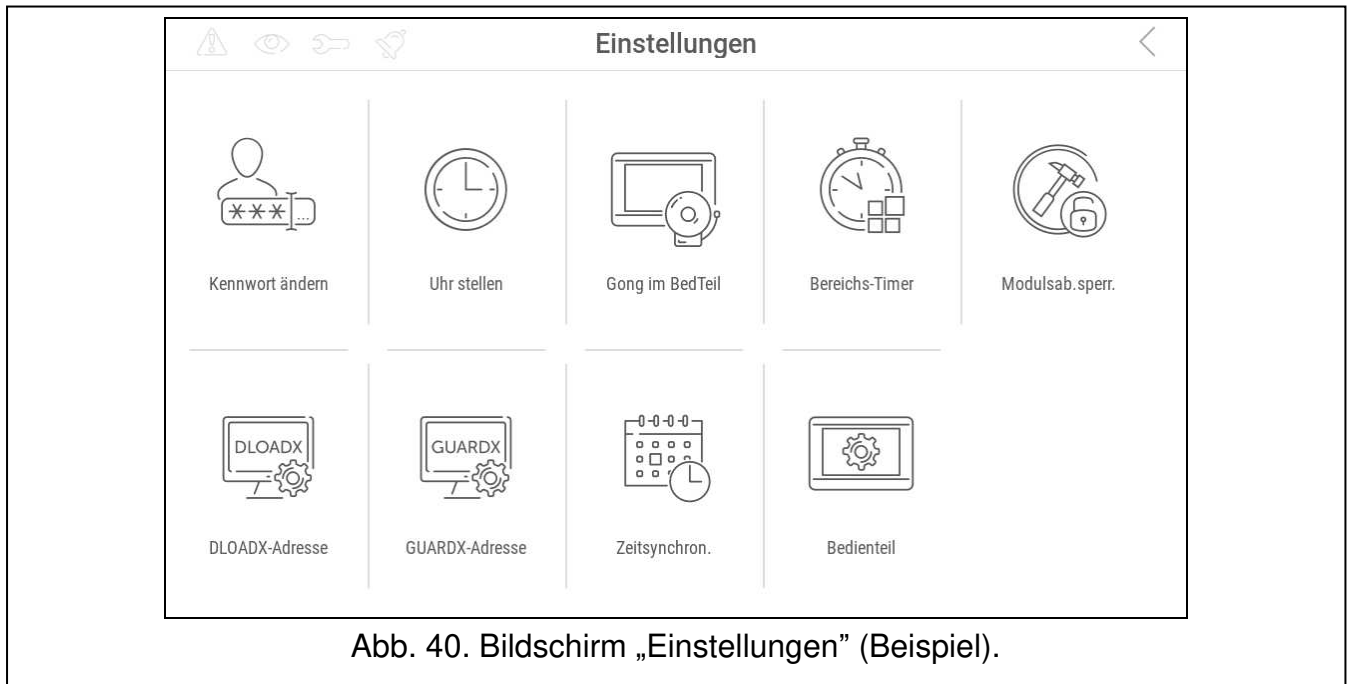

Abb. 40. Bildschirm „Einstellungen“ (Beispiel).
5. Tippen Sie auf die Funktion „Einstellungen“. Es wird der Bildschirm „Einstellungen“ angezeigt (Abb. 40).